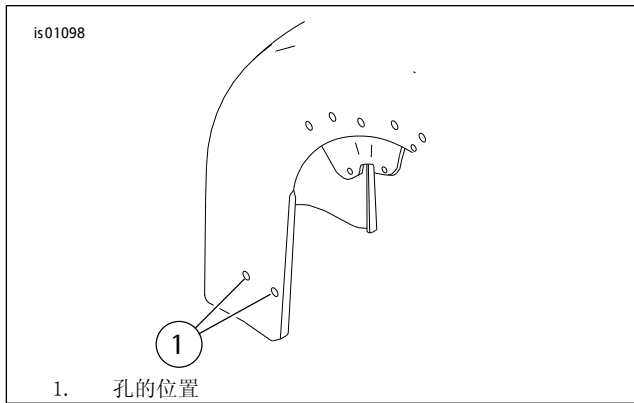

图2。安装清洁前挡板裙板
1. 参见图2。清洁挡板上将要安装挡板裙板（1）的区域，使用遮蔽胶带遮盖这一部分挡板，以便在定位裙板和钻出安装孔时保护油漆表面。